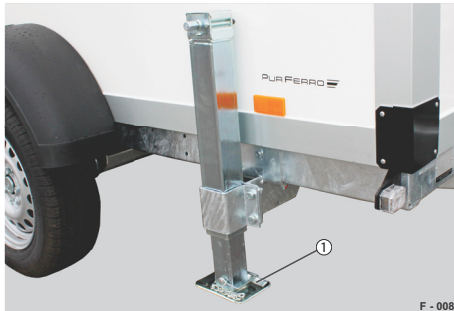

Abb. 31 Fahrstellung
- ▶ Stellfuß (Abb. 31/1) komplett hochkurbeln.